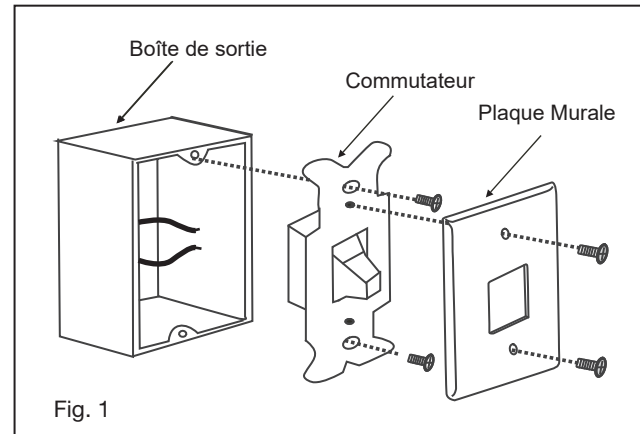

Fig. 1
- 1 Retirez la plaque murale existante et l'ancien interrupteur du boîtier de prise murale. (Fig. 1)